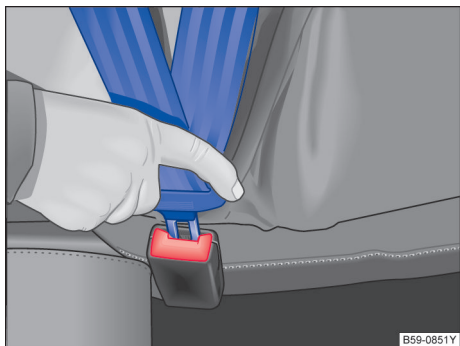

图 32 安全带锁扣和插口
- 将锁舌插入所属座椅的安全锁扣内，下压，直至听到啮合声→图 32。安全带锁舌被锁扣锁止。